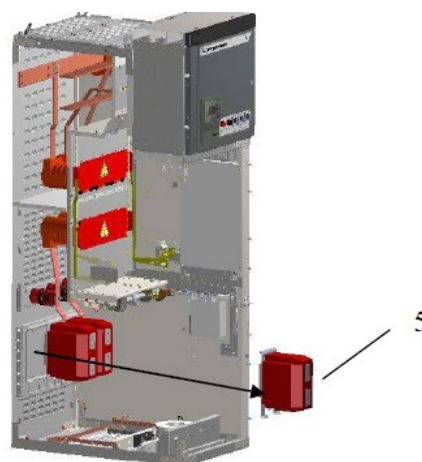

Рис. 21 Порядок демонтажа измерительных трансформаторов тока
11.3.2. В случае необходимости замены измерительных трансформаторов тока последовательность действий при демонтаже согласно рис. 21.